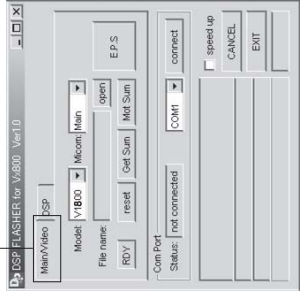

Fig. 5
- 1. Start up "DSP_FLASHER_Vx800_v1.0.exe" of the PC. (Fig. 5)
- 2. Select "Main/Video". (Fig. 5)
- 1. "DSP_FLASHER_Vx800_v1.0.exe"を起動します。(Fig. 5)
- 2. [Main/Video]を選択します。(Fig. 5)